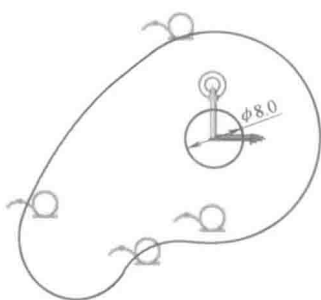

图 1-24 绘制圆
6) 绘制圆。选择“草图→圆”进入圆命令栏, ①选择“半径”; ②以坐标原点为圆中心; ③直径为 8mm; ④确定绘制 $\phi 8\text{mm}$ 的圆, 如图 1-24 所示。